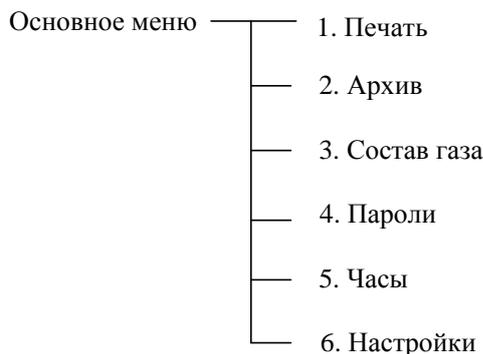

Рисунок 5
2.6.8 Управление работой расходомера осуществляется через основное меню (рисунок 5).